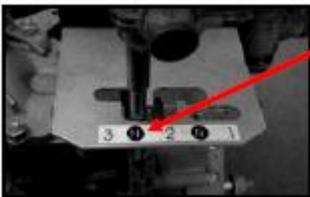

FIGURE 8 (la lettre "N" indique la position neutre)
- ① Placer la tige de changement de vitesse en position neutre (voir figure 8)